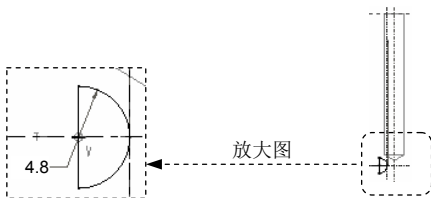
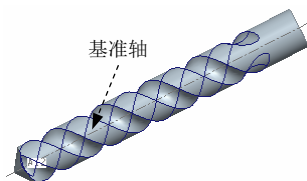

图 5.37.8 螺旋截面
图 5.37.9 阵列特征
(3) 定义螺旋节距。在操控板的节距文本框中输入节距值 30.0，并按回车键。
(4) 创建螺旋扫描特征的截面。在操控板中单击按钮，系统进入草绘环境，绘制和标注图 5.37.8 所示的截面，然后单击草绘工具栏中的按钮.
(5) 单击操控板中的按钮，完成特征的创建。
Step5. 创建图 5.37.9 所示的阵列特征，相关操作如下：
(1) 在模型树中单击**螺旋扫描 1**特征，再右击，选择**阵列...**命令。
(2) 选取阵列中心轴和阵列数目。在操控板的阵列类型下拉列表框中选择**轴**选项，再选取图 5.37.9 所示的基准轴。在操控板中的阵列数量文本框中输入数量值 2，在增量文本框中输入角度增量值 180.0，单击“完成”按钮.